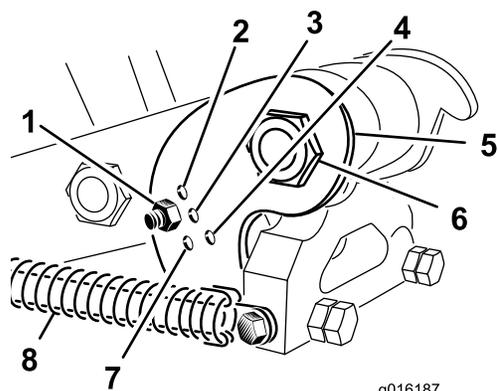

Figura 37
Impostate la staffa di inclinazione (Figura 37) nella posizione corretta, in funzione della lunghezza delle fustelle da utilizzare. Il punto di arresto della testa si imposta su una delle cinque posizioni predefinite, scegliendo il foro attraverso il quale viene imbullonata l'asta di regolazione. Questi fori consentono risultati predefiniti; ad esempio, utilizzando fustelle da 25,4 cm nella posizione da 30,48 cm si ottiene una finitura più leggera; dipende dall'applicazione.
- 3. Allentate la tensione della molla sulla testa delle fustelle (Figura 37).
- 4. Rimuovete il dado e il bullone presenti nei fori di regolazione della staffa di inclinazione (Figura 37).
- 5. Ruotate la staffa di inclinazione fino ad allinearla con il foro desiderato presente nel braccio, quindi montate il bullone e il dado (Figura 37).